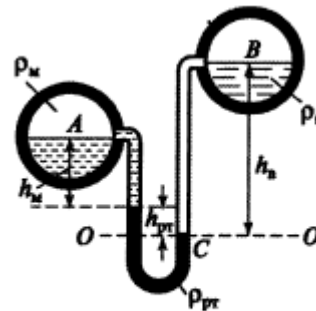

Рис. 2.1
- 2) Два горизонтальных цилиндрических трубопровода А и В содержат соответственно минеральное масло плотностью  $900 \text{ кг/м}^3$  и воду плотностью  $1000 \text{ кг/м}^3$ . Высоты жидкостей, представленные на рис. 2.1, имеют следующие значения:  $h_m=0,2$  м;  $h_{pm}=0,4$  м;  $h_e=0,9$  м. Зная, что гидростатическое давление на оси в трубопроводе А равно  $0,6 \cdot 10^5$  Па, определить давление на оси трубопровода В.